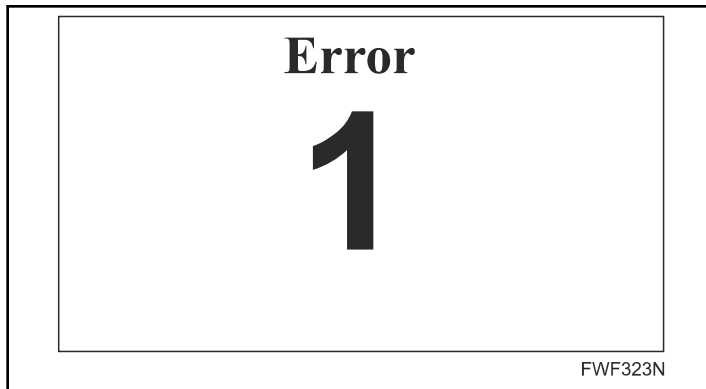

Figura 15
- En caso de un estado de emergencia durante el cual la temperatura de los cilindros planchadores alcanza el valor límite, se activa el termostato de seguridad y se visualiza el mensaje 1 parpadeando - *Figura 15*.